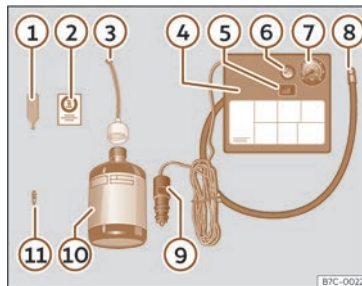

Fig. 39 Representación estándar: contido do kit anticipadas.
O kit anticipadas atópase no compartimento do maleteiro, baixo o revestimento do chan. Inclúe os seguintes compoñentes»» **fig. 39:** »
- Desaparafuse a carapucha e o obús da válvula do pneumático. Use o dispositivo >>> **fig. 39** ❶ para extraer o obús. Póñao sobre unha superficie limpa.
- Sacuda con forza a botella de illante de pneumáticos >>> **fig. 39** ❿.
- Enrosque o tubo de inflamento >>> **fig. 39** ❸ na botella de illante. O precinto da botella romperá automaticamente.
- Retire o tapón do tubo de carga >>> **fig. 39** ❸ e enrosque o extremo aberto do tubo na válvula do pneumático.
- Volva a colocar o obús co dispositivo >>> **fig. 39** ❶ na válvula do pneumático.
- Enrosque o tubo de inflamento do pneumático do compresor >>> **fig. 39** ❸ na válvula do pneumático.
- Asegúrese de que o parafuso de evacuación de aire estea pechado >>> **fig. 39** ❻.
• Acople o conector >>> **fig. 39** ❾ á toma de corrente de 12 voltios do vehículo >>> pág. 161.
- Conecte o compresor de aire con conmutador ON/OFF >>> **fig. 39** ❺.
- Pegue o adhesivo >>> **fig. 39** ❷ no cadro de instrumentos, dentro do campo visual do condutor.
Enrosque de novo o tubo de inflamento »» fig. 39 ⑤ e comprobe a presión no manómetro ⑥.